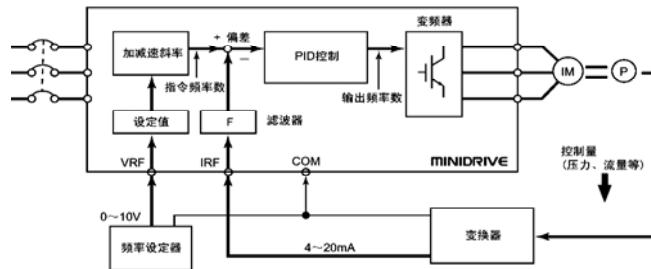

图7-1
- 基本的使用例子如图7-1所示。（指令值，反馈信号都是模拟信号的情况）
• 在遇到反馈信号上叠加有噪音情况时，请调节反馈信号输入滤波器的时间常数 (Cd125)。图7-1所示的“F”部位上设置了滤波器。
• 设定值是由操作面板或者外部的模拟信号输入等以频率的形式输入。有关以压力变换器为例的图7-1的情况下，设定值 (频率) 的设定例如图7-2所示。
① 根据变换器的P-I特性，求出与目标压力 P_{set} 相对应的电流 I_s 。
② 将与变频器的F-I特性中的 I_s 相对应的 F_{set} 值作为设定频率。
③ 该设定频率由操作面板或外部模拟信号输入等进行设定。另外，F-I特性为以 20mA ， 5V ， 10V (以Cd120指定反馈输入的最大值) 在Cd055或Cd063中指定的增益频率。